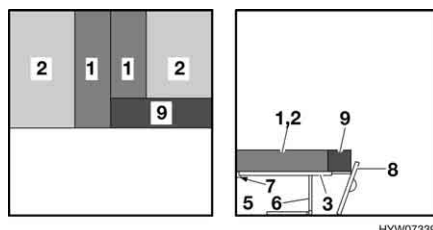
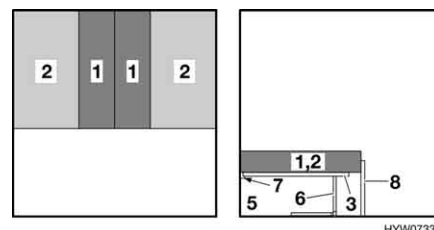

Fig. 35 Dopo la trasformazione (non su Troll 530)
Fig. 36 Dopo la trasformazione (Troll 530)
- Posizionare i cuscini dello schienale (Fig. 35,1 o Fig. 36,1) tra i due cuscini del divano (Fig. 35,2 o Fig. 36,2).
- Applicare a seconda del modello il cuscino aggiuntivo (Fig. 35,9).